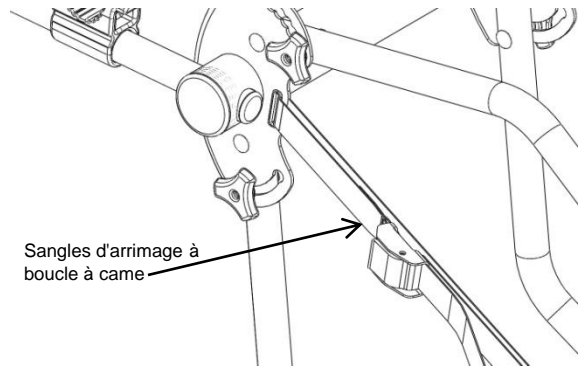

FIGURE 3
5. Faire passer les sangles de crochet supérieures / inférieures dans les boucles à came de l'assemblage de support principal. (Fig 3)